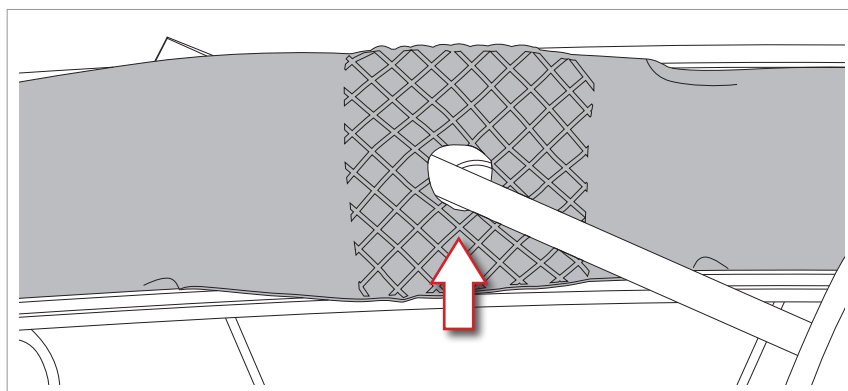

Fig.1
- Rimuovete il Rim tape originale dalle ruote, se presente, utilizzando un cacciavite per separarlo dal cerchio (Fig.1).